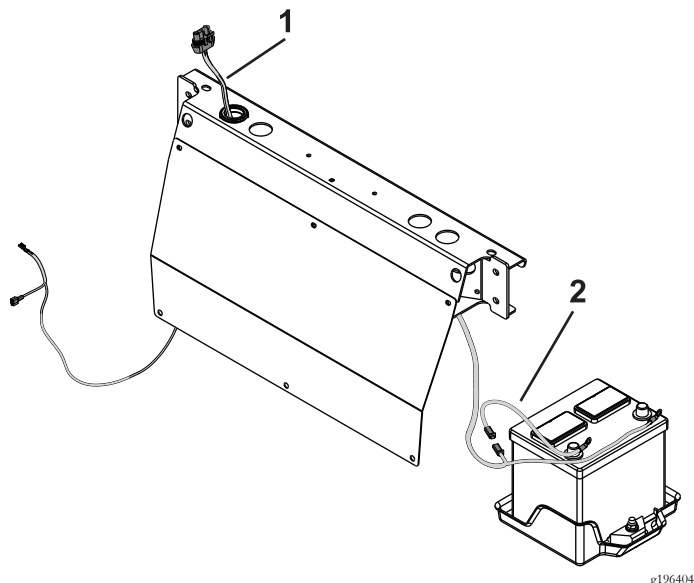

Рисунок 41
1. Расположите жгут проводов, как показано на Рисунок 41.
2. Подсоедините плавкую перемычку к жгуту проводов (Рисунок 41).